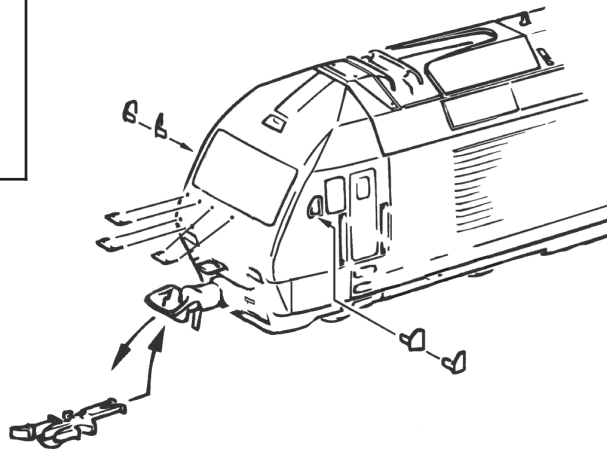
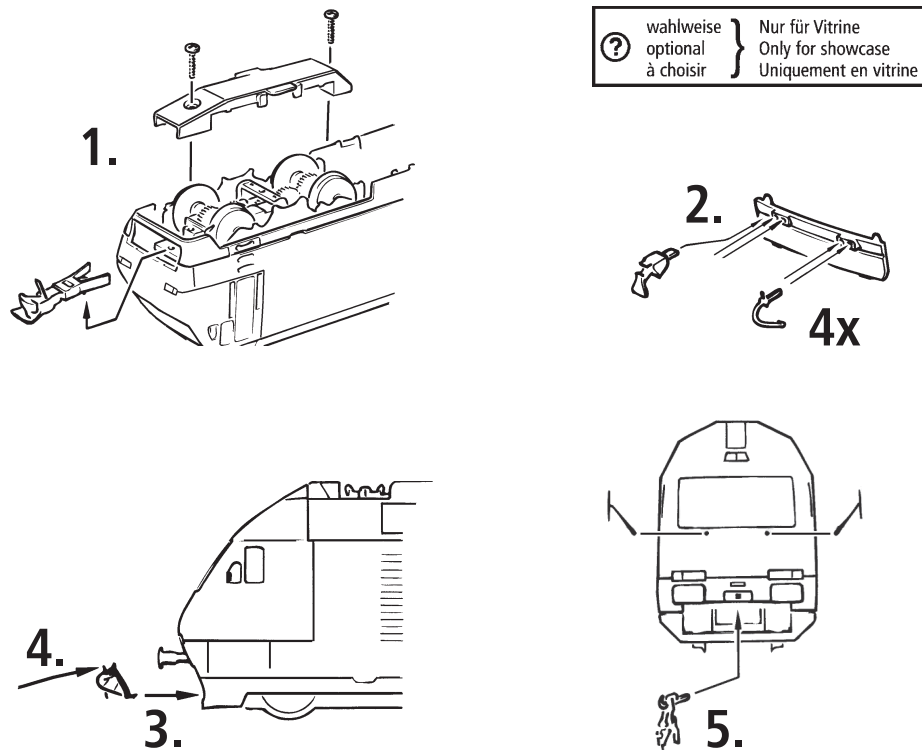

Fig. 4
Fig. 5
Mehrzugbetrieb: Zuerst Lokgehäuse abnehmen (Fig. 4). Danach den Brückenstecker aus der Schnittstelle entfernen (diesen sorgsam aufbewahren). Danach den Stecker des Decoders lage-richtig einsetzen (Fig. 7).
2. Schmierung: Versehen Sie die im Schmierplan in Fig. 5 gekennzeichneten Stellen mit nur **kleinen Öltropfen**. Dazu zuerst das Lokgehäuse abnehmen (Fig. 4). Wir empfehlen den ROCO **Öler Art.-Nr. 10906**. Fürs Schmieren der Getriebeteile (Zahnräder, Schnecke) empfehlen wir das **ROCO-Spezialfett Art.-Nr. 10905**. Im Falle der Schmierung diese Teile **nicht ölen**.
4. Kohlebürstenwechsel: Lokgehäuse abnehmen (Fig. 4). Danach wird der Motor ausgebaut und die Kohlebürsten ausgewechselt (Fig. 9).
2. Lubrication: Apply **tiny oil drops** to spots marked in fig. 5. Prior to lubrication dismantle locomotive (fig. 4). We recommend using item no. **10906, ROCO oiler**. For lubrication the gearparts (e.g. cogwheels, worm) we would recommend our ROCO **special grease** (item no. **10905**).
4. Carbon Brush Changing: First remove loco body (fig. 4), and then the motor (fig. 9).
2. Graissage: N'appliquez **qu'une tout petite goutte** aux endroits indiqués par le plan de graissage (fig. 5) après avoir démonté la caisse de la locomotive (fig. 4). Nous vous recommandons **le graisseur à huile ROCO réf. 10906**. Pour graisser les engrenages (roues dentées, vis sans fin) nous vous conseillons la **graisse spéciale ROCO réf. 10905** pour engrenages en matières synthétiques. Lorsque vous utilisez cette graisse il faut éviter d'huiler ces composants.
4. Remplacement des balais du moteur: Démontez la caisse (fig. 4). Démontez ensuite le moteur et échangez le balais (fig. 9).